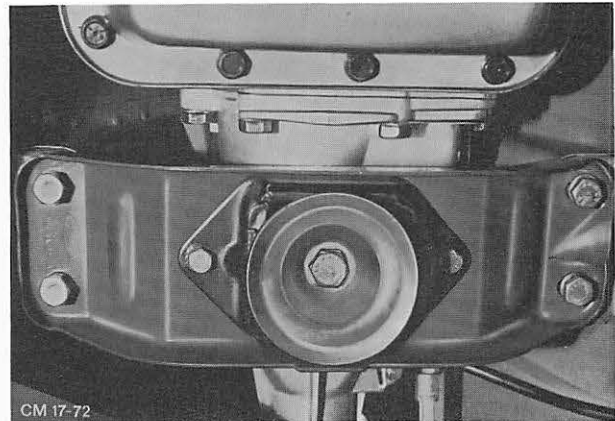

Abb. 30 Getriebetraverse
18. Getriebetraverse an Getriebe und Bodengruppe anbauen. Abb. 30.